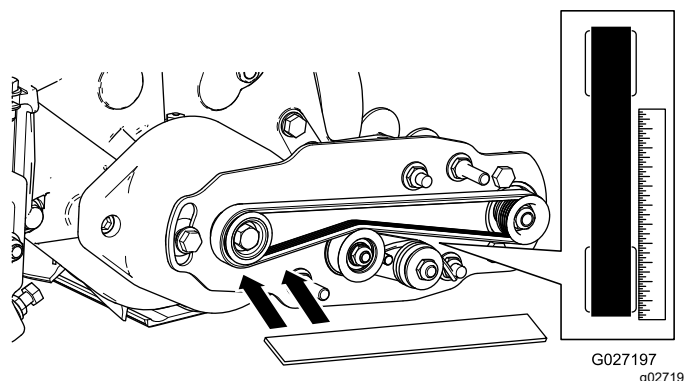

Figura 23
1. Coloque una regla contra la cara exterior de la polea motriz (Figura 23).